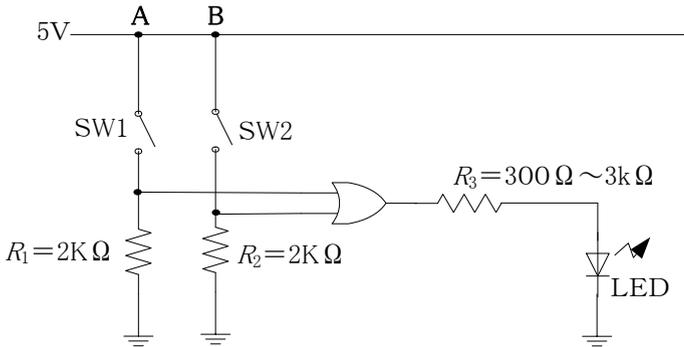

図5-2 論理和(OR)の回路図
- (1) 図5-2のように配線する。
- (2) 動作を確認して、結果を表5-2の真理値表に記録する。